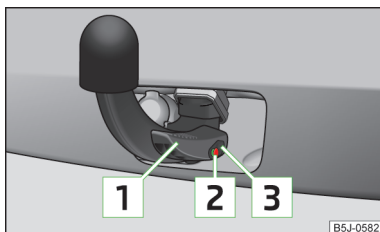

Abb. 107
- ✓ Der Hebel **1** befindet sich ganz oben » Abb. 107.